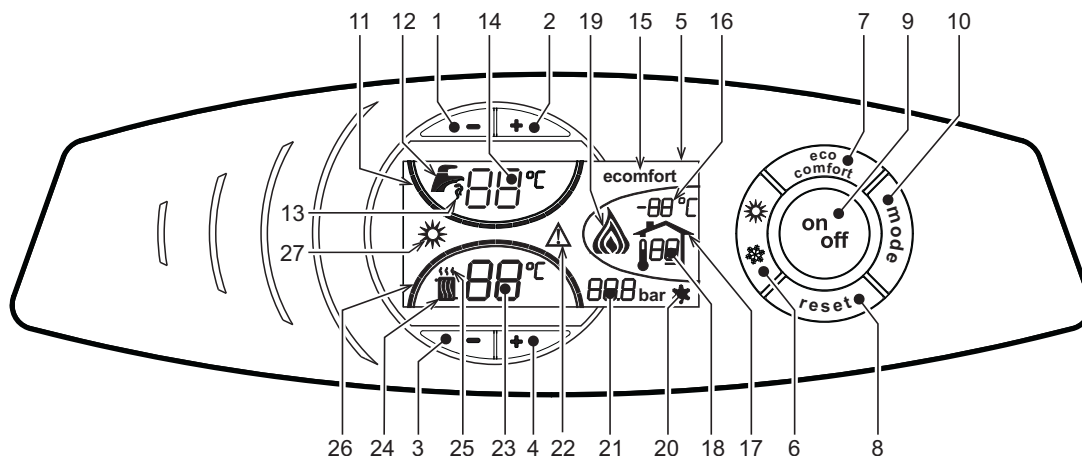
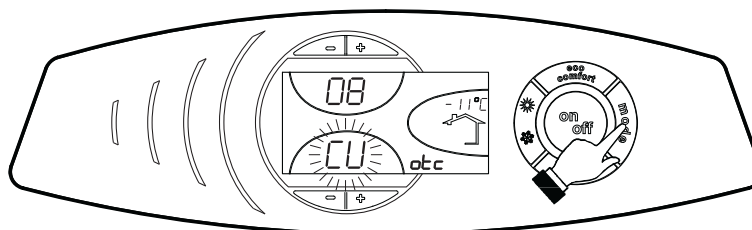
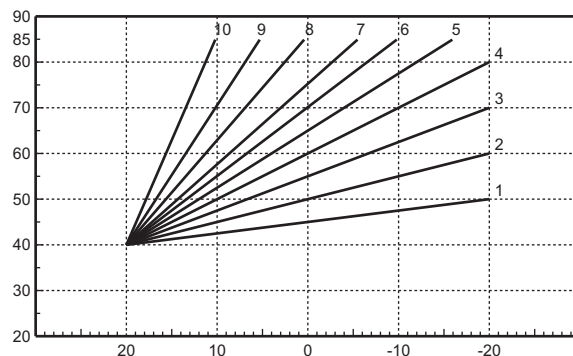

рис. 1 - Панель управления
рис. 11 - Кривая компенсации
рис. 14 - Пример параллельного смещения компенсационных характеристик
О поступлении команды на включение отопления (от комнатного термостата или от пульта ДУ с таймером) предупреждает мигание индикатора теплого воздуха, установленного на радиаторе (дет. 24 и 25 - рис. 1).
Индексные метки с подсветкой системы отопления (дет. 26 - рис. 1) зажигаются по мере приближения измеряемой датчиком температуры к заданному значению.
О поступлении команды на включение системы ГВС, генерируемой при заборе горячей воды, предупреждает мигание соответствующего индикатора на кране (поз. 12 и 13 - рис. 1). Убедитесь, что функция Comfort (поз. 15 -) находится в активном режиме рис. 1
Индексные метки с подсветкой системы ГВС (поз. 11 - рис. 1) зажигаются по мере приближения измеряемой датчиком температуры к заданному значению
При включенной системе нагрева воды в бойлере (заводская установка) на дисплее отображается символ режима COMFORT (поз. 15 - рис. 1); наоборот, если система нагрева выключена, на дисплее высвечивается символ режима ECO (поз. 15 - рис. 1)
Бойлер может быть выключен пользователем (режим ECO) путем нажатия кнопки  (поз. 7 - рис. 1). Для включения режима COMFORT снова нажмите клавишу  (поз. 7 - рис. 1).
Нажмите клавишу  (дет. 9 - рис. 1) в течение 1 секунды.
Для повторного включения котла вновь нажмите клавишу  (дет. 9 рис. 1) в течение 1 секунды.
- Нажмите кнопку ON/OFF (9 - рис. 1).
Нажмите клавишу  (роз. 6 - рис. 1) в течение 1 секунды.
На дисплее высвечивается символ "Лето" (поз. 27 - рис. 1). При этом котел будет вырабатывать только воду для ГВС. При этом система защиты от замерзания остается активной.
Для выключения режима "Лето" вновь нажмите клавишу  (дет. 6 - рис. 1) в течение 1 секунды.
Температура в системе отопления регулируется в пределах от 30 °C до 90 °C с помощью клавиш  (дет. 3 и 4 - рис. 1); однако, не рекомендуется эксплуатировать котел при температуре ниже 45 °C.
Температура  в системе ГВС регулируется в пределах от 10°C до 65°C с помощью клавиш (поз. 1 и 2 - рис. 1).
При наличии датчика температуры наружного воздуха (опция) на дисплее панели управления (дет. 5 - рис. 1) отображается измеряемая этим датчиком температура. При этом система управления котлом работает в режиме "Плавающая температура". В этом режиме температура воды, подаваемой в систему отопления, регулируется в зависимости от климатических условий внешней среды с тем, чтобы обеспечить максимальный комфорт и экономию энергетических ресурсов в течение всего года. Так, при повышении внешней температуры понижается температура подачи воды в систему отопления, что производится по определенной "кривой компенсации".
С переключением на режим "Плавающей температуры" показатель температуры, устанавливаемый клавишами  (дет. 3 и 4 - рис. 1) соответствует максимальной температуре подачи воды в систему отопления. Рекомендуется устанавливать максимальное значение заданной температуры с тем, чтобы позволить системе регулировать изменение температуры во всем диапазоне значений.
При однократном нажатии кнопки  (поз. 10 - рис. 1) на дисплей выводится текущая компенсационная характеристика (рис. 11), которую можно изменить с помощью кнопок задания температуры воды ГВС  (поз. 1 и 2 - рис. 1).
При нажатии кнопок регулировки температуры отопления  (поз. 3 и 4 - рис. 1) открывается доступ к параллельному смещению характеристик (рис. 14), с помощью кнопок регулировки температуры в контуре ГВС  (поз. 1 и 2 - рис. 1).
Для выхода из режима параллельного изменения кривых еще раз нажать клавишу  (дет. 10 - рис. 1).